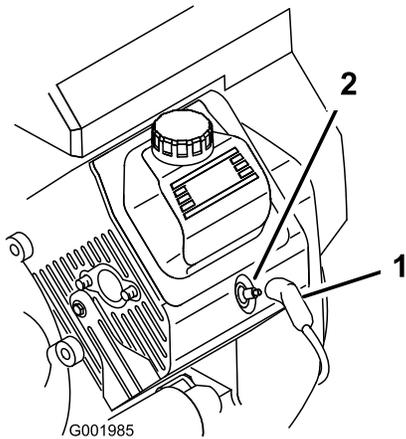

图39
3. 将电线拉离火花塞 图39。
3. 将电线推到火花塞上 图39。